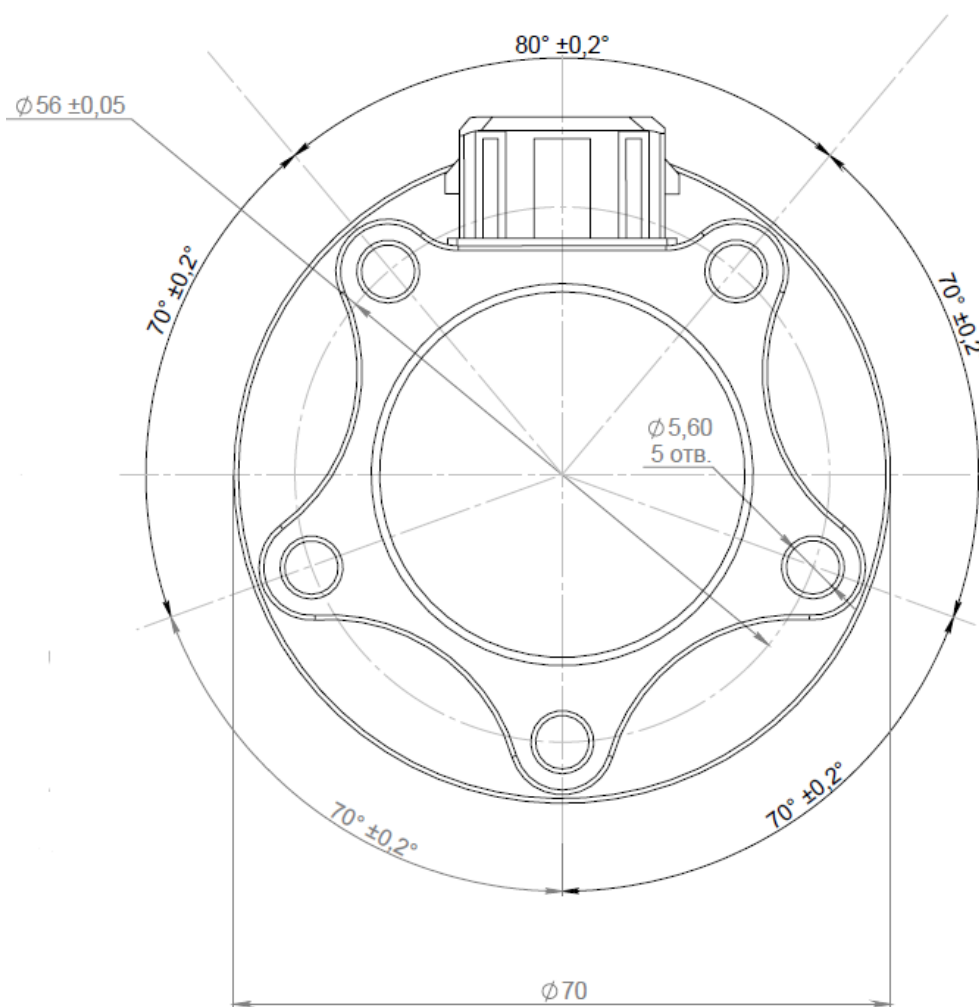

Рисунок 7 – Схема расположения отверстий под крепёжные элементы
1. Просверлить центральное отверстие под монтаж датчика коронкой. Для установки датчика необходима биметаллическая коронка диаметром 35 мм. Вставить в него датчик и наметить остальные отверстия. Расположение отверстий несимметрично! Схема расположения отверстий под крепёжные элементы представлена на рис. 7.